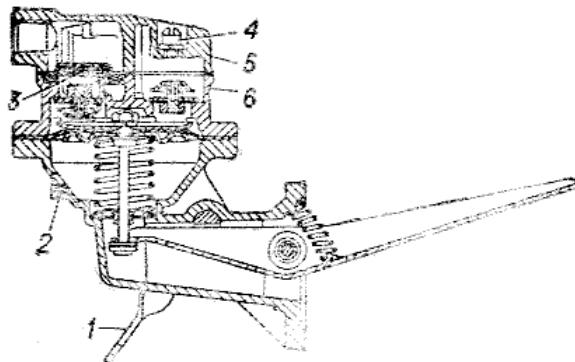

Рис. 17. Бензиновый насос:
**Бензиновый насос** (рис. 17) снабжен рычагом для ручной подачки бензина в поплавковую камеру карбюратора. При работе двигателя этот рычаг должен удерживаться оттяжной пружиной в крайнем нижнем положении, иначе насос может отключаться, и подачи бензина не будет. В верхней части бензинового насоса расположен сетчатый фильтр, нуждающийся в периодической очистке.